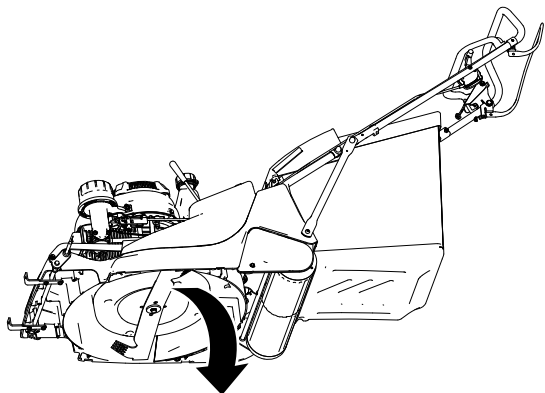

**Figura 8**
1. Alinhe os furos no suporte inferior da escova com os furos no suporte da escova do rastelo da plataforma do cortador, como se mostra na Figura 8.
2. Prenda o suporte inferior da escova ao suporte da escova do rastelo (Figura 8) com dois parafusos autorroscantes de cabeça flangeada (6 x 20 mm).